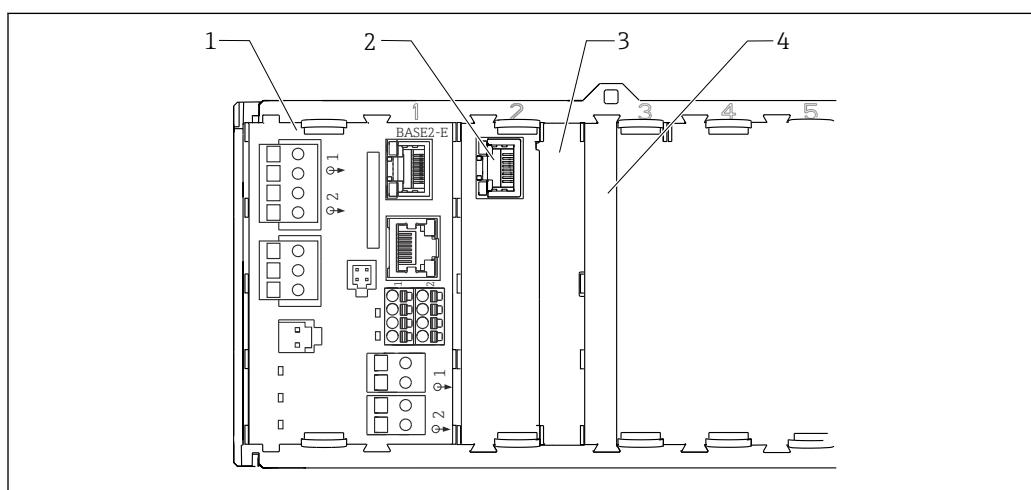

図 32 コントローラハウジングの端子部
- ▶ **非危険場所用**の機器で未使用のスロットがある場合：必ずダミーカバーまたはエンドカバーを最後のモジュールの右→ 図 32, 図 32 のスロットに挿入してください。これにより、ユニットが確実に衝撃保護されます。